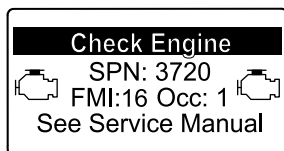

Figura 52
- Aviso do motor SPN 3720, FMI 16 (Figura 52)